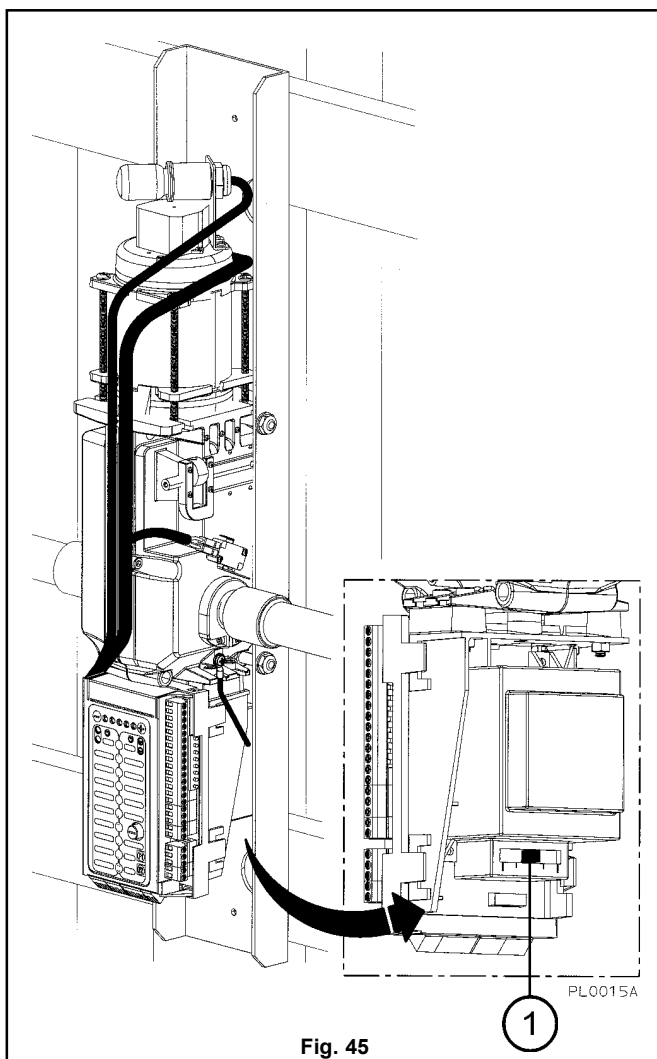

Fig. 45
- Le réglage de la tension d'alimentation du moteur est réalisé directement au niveau du transformateur automatique à travers le sélecteur à coulisse dont il est équipé (1 fig. 45).